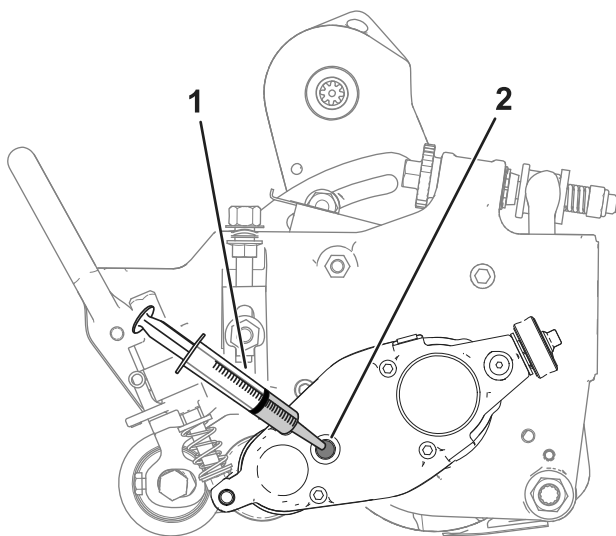

図 24
- カッティングユニットをゆっくりと前後にゆすって、ハウジングに残っているオイルを完全に抜く。オイルが完全に抜けたら、図 24のようにカッティングユニットを、平らな場所に置く。
8. シリンジP/N 137-0872を使って 80-90W オイルを 50 cc 入れる 図 24。